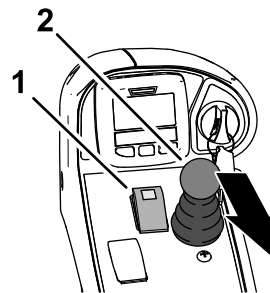

Figura 46
1. Presione hacia abajo del mando la TDF hasta la posición de DESENGRANAR (Figura 46).